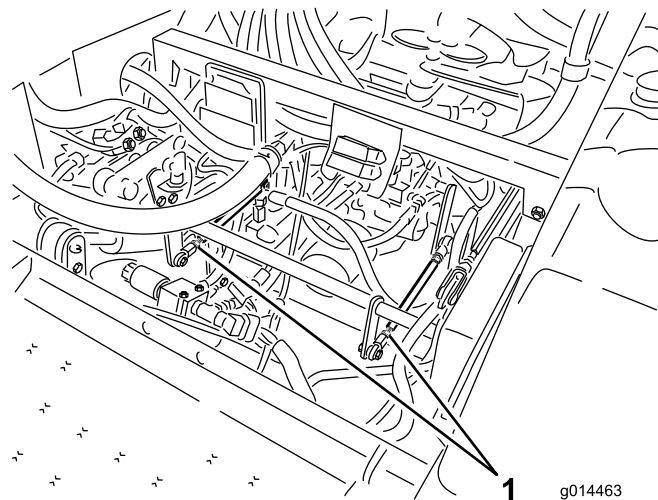

図 46
- 左後タイヤが回転している場合には、左側トランスミッション・コントロールロッドのジャムナットをゆるめる(図 46)。